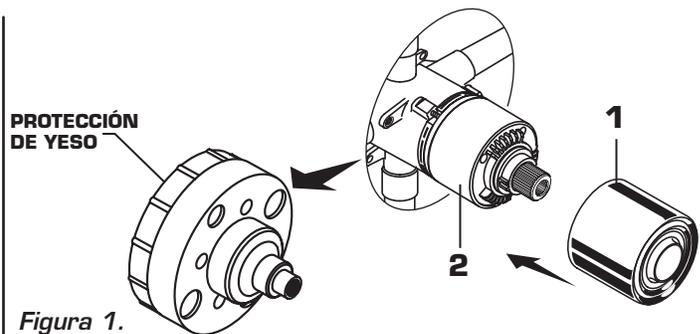

Figura 1.
- **Figura 1.** Retire el protector de yeso de la válvula. Coloque el TAPÓN (1) sobre el CARTUCHO DE LA VÁLVULA (2) hasta ajustarlo contra el tope.